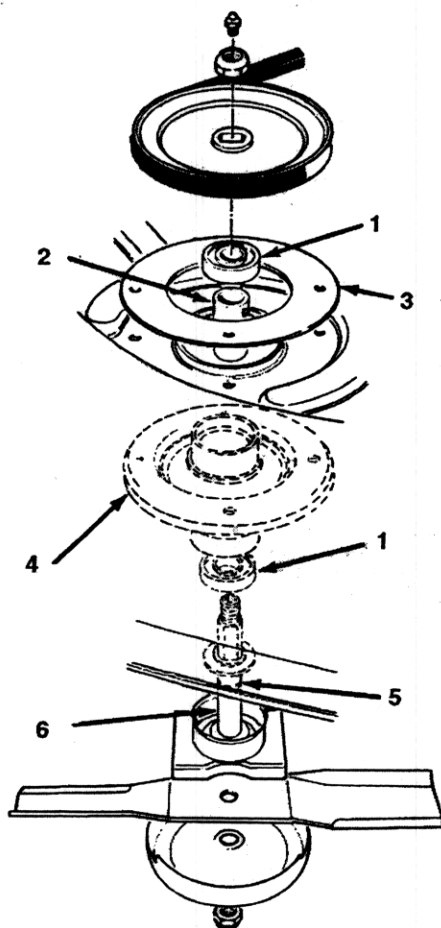

Figure 13
8. Introduire le côté poulie de l'ensemble pivot dans le trou de l'unité de coupe. Fixer l'ensemble pivot au moyen de la bague de support, des vis à tête et des écrous (Fig. 13).